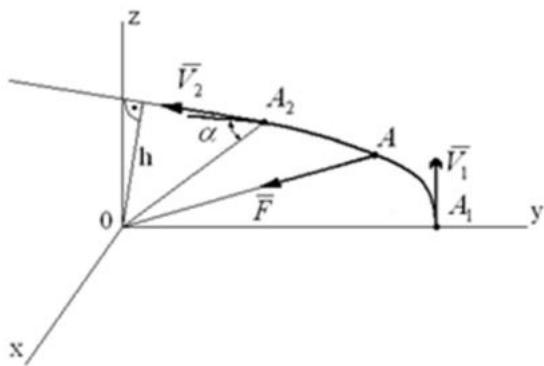

Рисунок 1
2. Материальная точка движется в горизонтальной плоскости zOy под действием центральной силы \bar{F} , линия действия которой проходит через точку O . Найти скорость точки в положении A_2 , если в положении A_1 ее скорость V_1 равнялась 6м/с, причем $OA_1/OA_2 = 5/4$ и угол, образуемый скоростью V_2 с линией действия силы, равен 60° (рисунок 1).